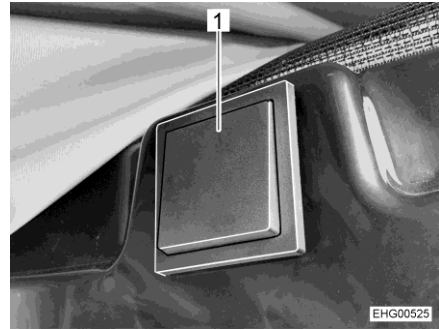

Bild 48 Taster für elektrische Entriegelung
Der Taster für die elektrische Entriegelung (Bild 48) ist im Ausschnitt des Aufstelldachs angebracht.
- Taster (Bild 48,1) mindestens 2 Sekunden lang drücken.